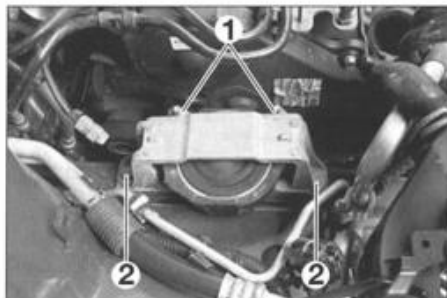

FIG. 16
- las fijaciones (1) y (2) (fig. 16) del soporte motor derecho y desmontarlo del motor y de la carrocería.